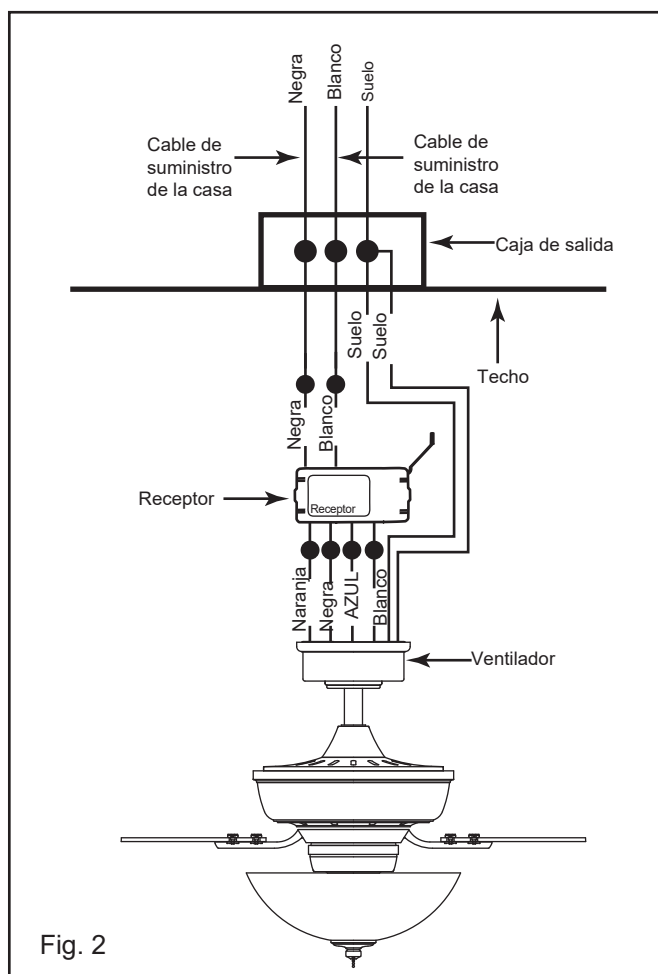

Fig. 2
4. Realice las conexiones de la siguiente manera, utilizando las tuercas de cable suministradas: (Fig. 2)